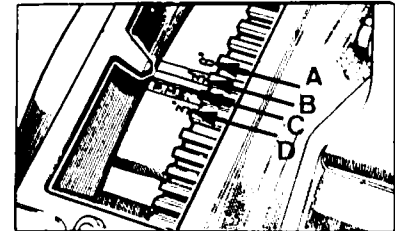

Fig. 103.—A. Salto de la chispa 6.º antes del P.M.S.
Cuando por cualquier circunstancia se haya modificado la posición del distribuidor, será preciso poner nuevamente a punto el encendido, para lo cual se tomarán como referencia las marcas grabadas sobre el volante del motor, localizadas a través de la ventana de registro del cárter del volante (fig. 103) y se seguirá el procedimiento siguiente:
- Situar el índice de referencia del cárter del volante coincidiendo con los grados que corresponda (fig.103) y según se expresa a continuación.